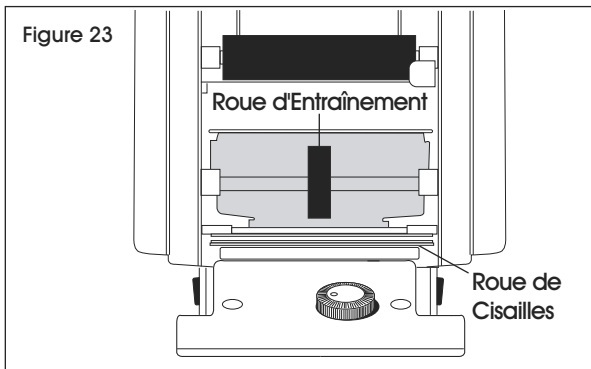

Figure 23
- Reposez le plateau à ruban supérieur et faites avancer le ruban lorsque vous avez dégagé l'obstruction. (Voir Figures 23 et 24)